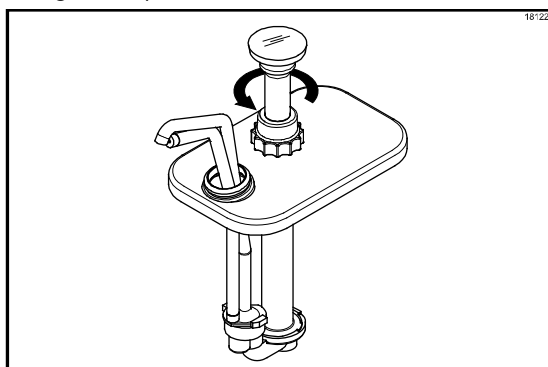

Figure 72
3. Retirer l'assemblage du piston du corps de la pompe en tournant l'écrou du piston dans le sens inverse des aiguilles d'une montre (Cf. Figure 72).